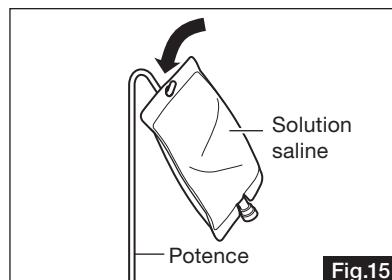

Fig.15
- Suspendez une solution saline à la potence, ôtez le cache de l'aiguille du tube d'irrigation et insérez l'aiguille dans la sortie de bouteille (Fig. 15).